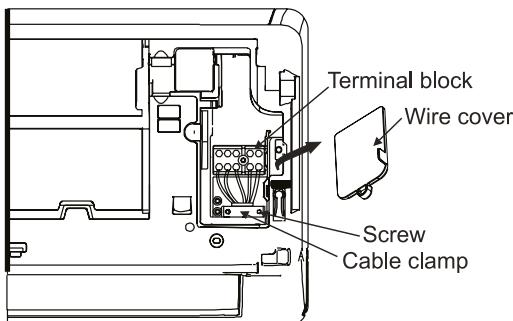

Abbildung 19
- Anschluss des Kabels am Innengerät: Öffnen Sie die vordere Abdeckplatte der Klemmleiste an der rechten Seite des Innengeräts. Abbildung 19.